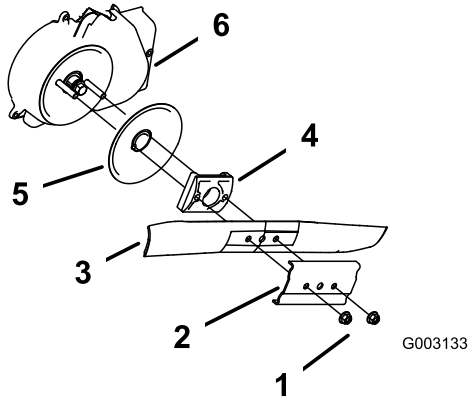

Figura 45
- Retire las 2 tuercas de la cuchilla y el refuerzo (Figura 45).
- Retire la cuchilla (Figura 45).
- Retire el impulsor de la cuchilla y el disco (Figura 45).
- Retire el protector del embrague del freno de la cuchilla (Figura 45).
- Instale la cuchilla y el refuerzo que retiró anteriormente (Figura 45).